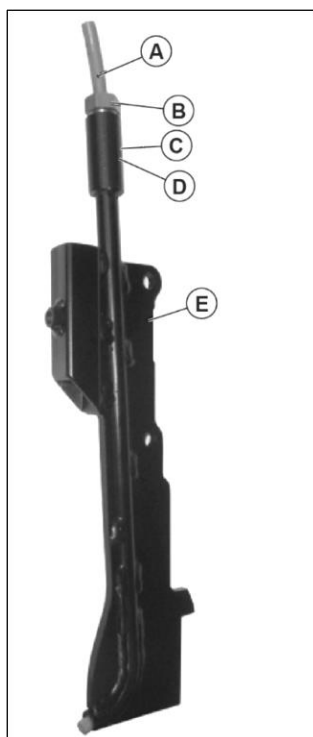

Fig. 4
1. Garnitură inelară (B)
2. Distanțier (C)
3. Piuliță de blocare (D)
Cu piulița ușor slăbită, introduceți tubul (A) până când iese prin partea de jos aproximativ 5 mm. În acest moment, piulița trebuie strânsă cu o cheie de 17 și astfel tubul este blocat. În Fig. 4 puteți vedea ghidajul pentru cabluri asamblat corect. Apoi puteți atașa ghidajul pentru cabluri pe structura utilajului.